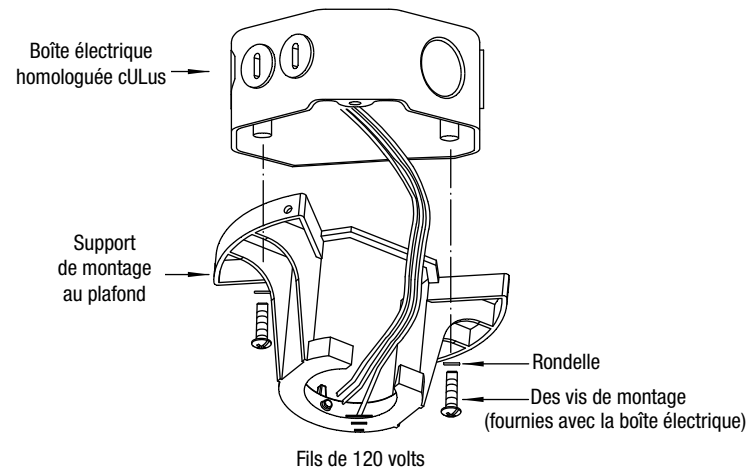

Fig. 5
**Étape 1.** Faites passer les fils d'alimentation de 120 volts par l'orifice central du support de suspension de plafond, comme illustré sur la Fig. 5.